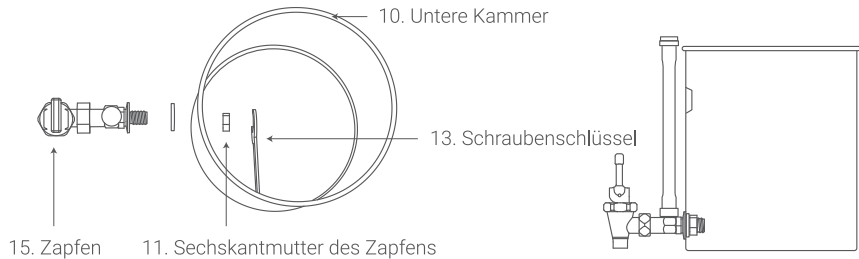

Abbildung 2
MontageSetzen Sie einen Zapfen (15) in das Loch auf einer Seite der unteren Kammer (10) ein und ziehen Sie die Sechskantmutter (11) mit dem beigefügten Schraubenschlüssel (13) fest. (Abbildung 2)